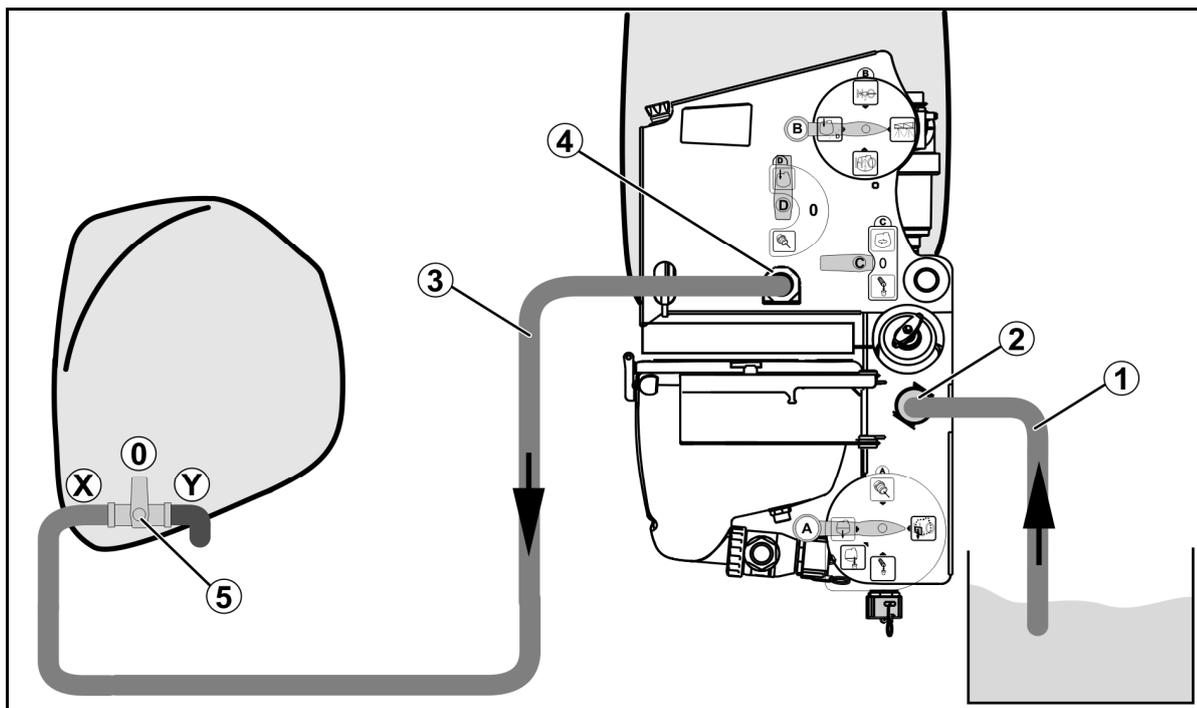

Fig. 12
1. Accoppiare il tubo di aspirazione (Fig. 12/1) al raccordo di riempimento (Fig. 12/2).
3. Accoppiare il tubo di raccordo del serbatoio frontale (Fig. 12/3) al raccordo di svuotamento rapido (Fig. 12/4).
4. Rubinetto di commutazione sul serbatoio frontale (Fig. 12/5) in posizione **X**.